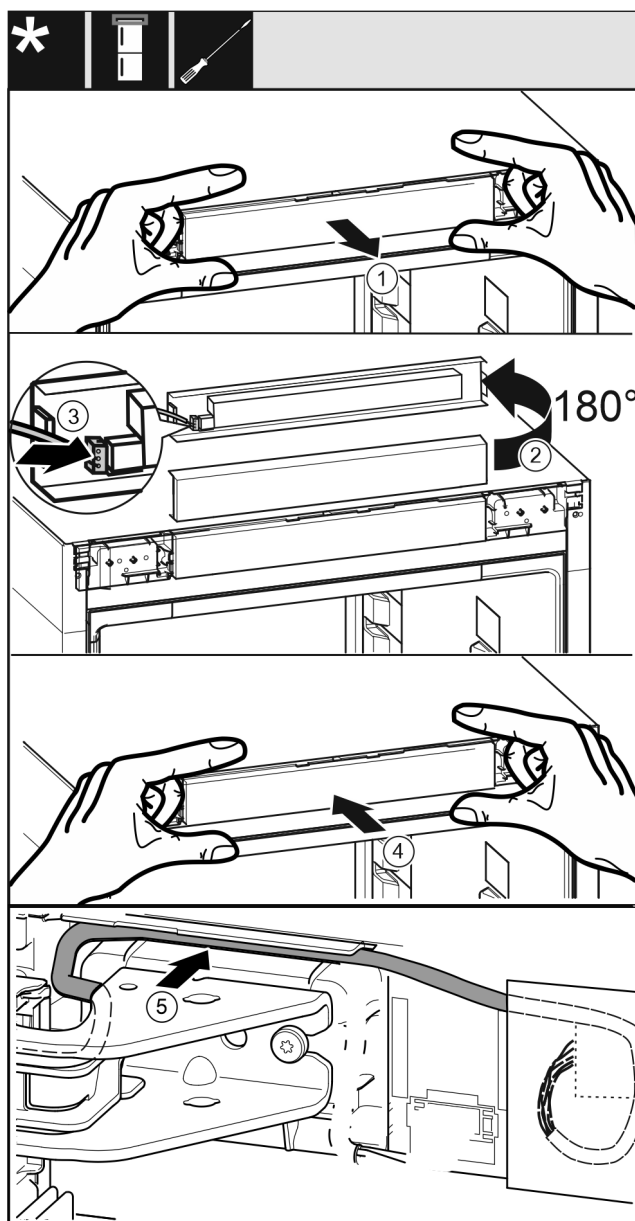

Fig. 44
- 小心地取出控制面板 Fig. 44 (1)。
- 将控制面板 Fig. 44 (2) 向上旋转 180°。
- 将插头 Fig. 44 (3) 卡紧在控制面板上。
- 将控制面板 Fig. 44 (4) 重新卡紧在冰箱上。
- 将电缆 Fig. 44 (5) 通过上方托架小心地放置到导向装置中。